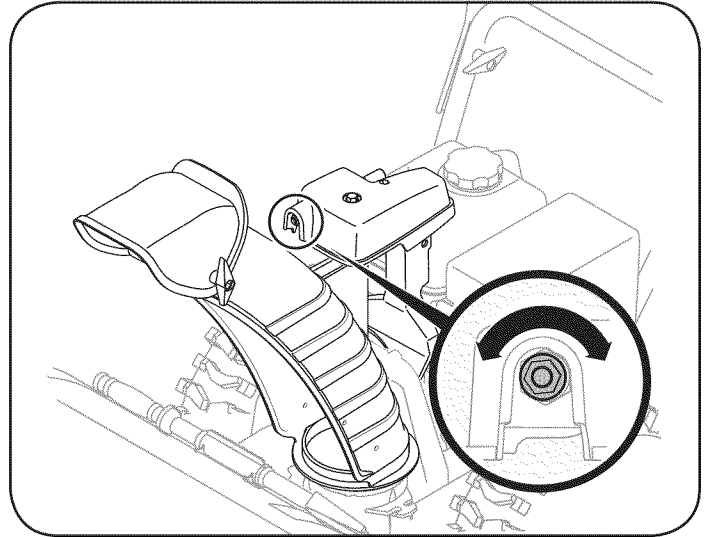

Figura 22
1. Para incrementar la precarga, apretar la tuerca hexagonal en sentido horario en intervalos de  $\frac{1}{4}$  de vuelta. Véase la Figura 22.